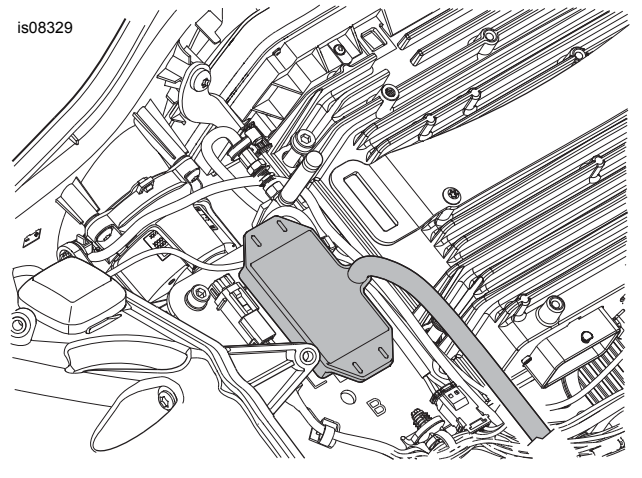

Рисунок 14. Установка передатчика (модели FLTR Touring 2015–2016 годов выпуска)
2. См. Рисунок 14 . Снимите защитную пленку с клейкой подложки прокладки из пеноматериала на передатчике.